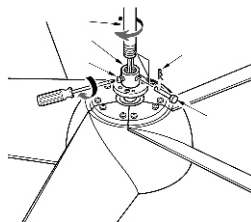
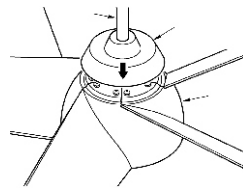

Fig.9
Fig.10
Paso 3: Introduzca la varilla en el hueco del motor, fije los tornillos del set y el pin de la abrazadera. (Fig.9 y Fig.10)